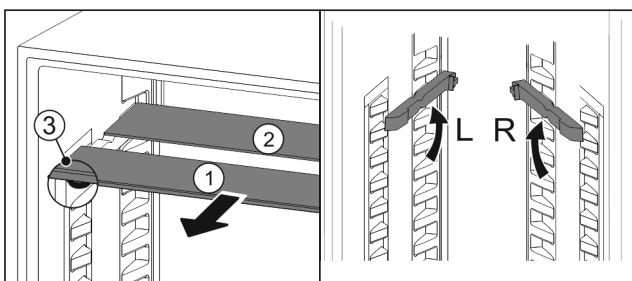

Fig. 25
- ▶ Dra ut Fig. 25 (1) glashyllorna framåt en i taget.
- ▷ Glashyllan Fig. 25 (1) med dekorlisten ligger längst fram.
- ▷ Stoppklackarna Fig. 25 (3) är vända nedåt.